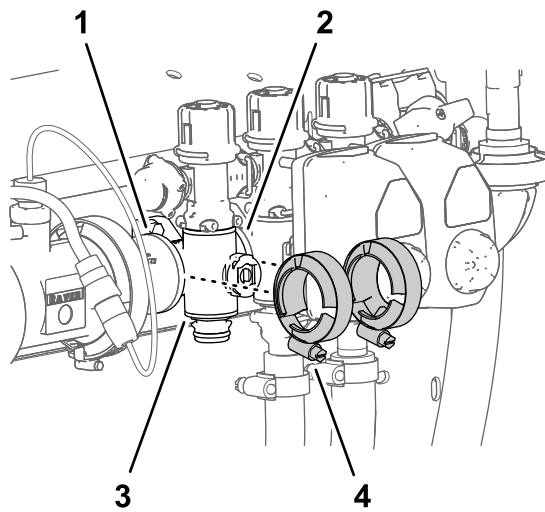

Bild 107
3. Entfernen Sie die zwei Flanschklemmen, mit denen das Abschnittverteilerventil an den Flanschen der danebenliegenden Komponenten befestigt ist (Bild 107).